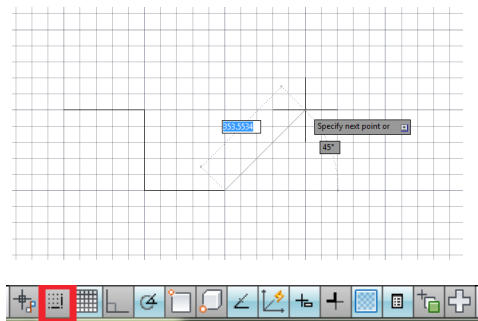

Рис. 49 Функция Snap (Шаговая привязка)
- Функция **Snap (Шаговая привязка)** позволяет привязывать курсор к определенным точкам шаговой привязки, равномерно отстоящим друг от друга с некоторым интервалом, что облегчает рисование объектов с равномерным шагом (Рис. 49).